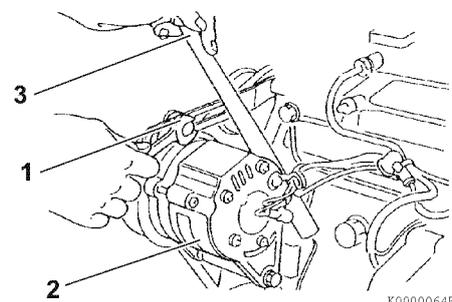
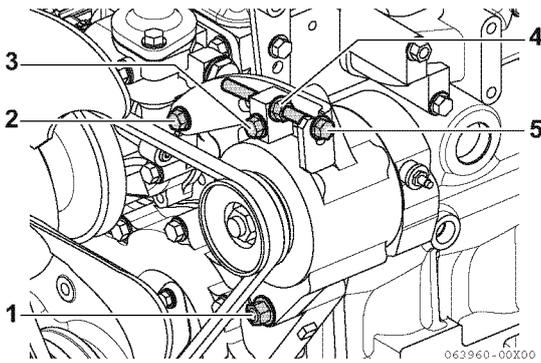

Figure 5-2
Figure 5-3
Desserrez le boulon de réglage (1, **Figure 5-2**) et les autres boulons et/ou écrous correspondants, puis déplacez l'alternateur (2, **Figure 5-2**) à l'aide d'un levier (3, **Figure 5-2**) pour tendre la courroie trapézoïdale à la tension souhaitée. Serrez ensuite les boulons et/ou les écrous de réglage.
- 1- Desserrez l'écrou de fixation (1, **Figure 5-3**) sous l'alternateur, le boulon de montage du dispositif de réglage de courroie (2, **Figure 5-3**) et le boulon de serrage du dispositif de réglage de la courroie (3, **Figure 5-3**).
- 2- Desserrez le contre-écrou du boulon de réglage (4, **Figure 5-3**) et réglez la tension en tournant le boulon de réglage (5, **Figure 5-3**). (Tournez le boulon de réglage dans le sens des aiguilles d'une montre pour tendre la courroie.)
3- Après le réglage à l'aide du boulon de réglage (5, Figure 5-3), dans l'ordre suivant, serrez le boulon de serrage (3, Figure 5-3), le boulon de montage du dispositif de réglage de courroie (2, Figure 5-3), l'écrou de fixation (1, Figure 5-2), puis le contre-écrou (4, Figure 5-3) pour finir.